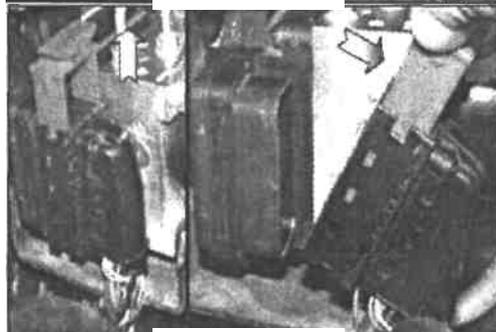

Рис. 726
- 1) Остановите двигатель, снимите разъем на 25 контактов в моторном отсеке (Рис. 726).